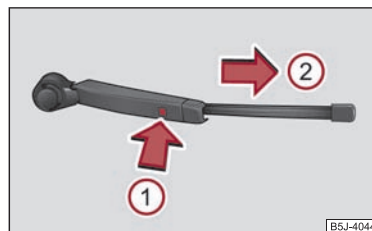

Abb. 48 Scheibenwischerblatt für Heckscheibe
- Klappen Sie den Scheibenwischerarm von der Scheibe ab und stellen Sie das Scheibenwischerblatt rechtwinklig zum Wischerarm ⇒ Abb. 48.
- Mit der anderen Hand entriegeln Sie die Sicherung (1) und nehmen das Wischerblatt in Pfeilrichtung (2) heraus.